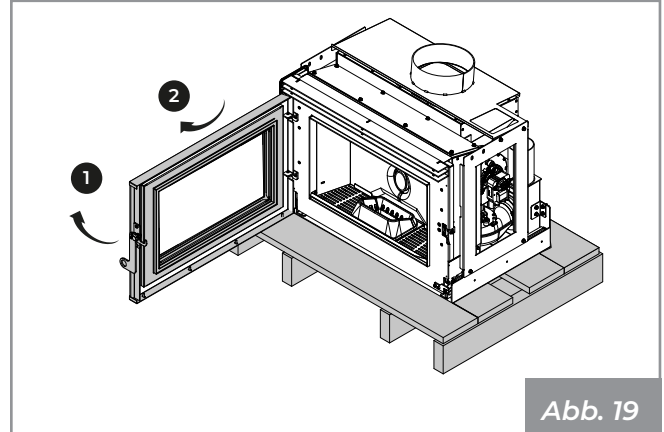

Abb. 19
- Öffnen der Tür (**Abb. 19**)